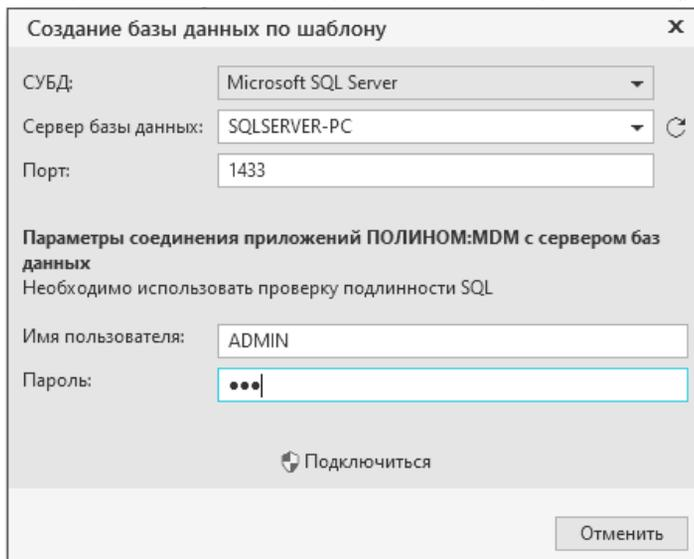

Рис. 3.20
2. В открывшемся окне выберите СУБД для хранилища (рис. 3.20).